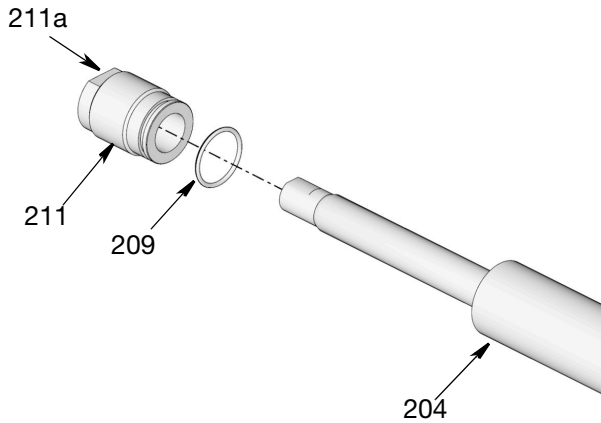

图 43
15. 在 O 形圈 (209) 上涂抹薄薄一层滑脂并装在密封固定器 (211) 上 (图 43)。
16. 将密封固定器 (211) 拧到泵气缸 (204) 上, 密封端安装在泵气缸内, 如图 43 所示。用扳手拧紧适配器螺母 (211a)。用 18-22 英尺-磅 (24-30 牛·米) 的扭力拧紧。